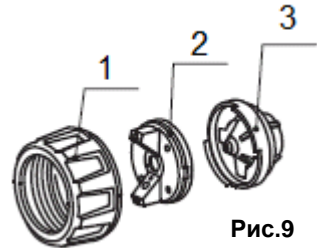

Рис.9
Очистка краскопульта (рис.9).
10. Отвинтите гайку сопла (1), поворотное (2) и неподвижное (3) сопла (Рис.9).